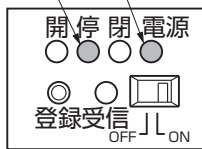

図14-10
- リモコン受信器の受信確認灯「停」が点灯(赤色)し、送信器が登録されます。(図14-10参照)